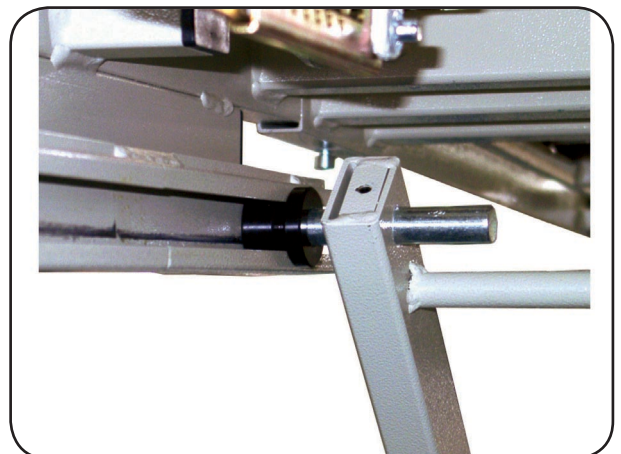

Abbildung 13
6. Schieben Sie die Fußauflage auf die Liegeflächenverbinder auf und fädeln Sie die C-Schienen in die Gleitrollen ein (Abbildung 13).